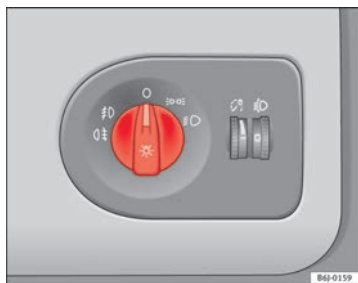

Fig. 56 Détail de la planche de bord : commande des feux, des projecteurs antibrouillard et du feu arrière de brouillard
- Tournez la commande d'éclairage ⇒ fig. 56 en position P.